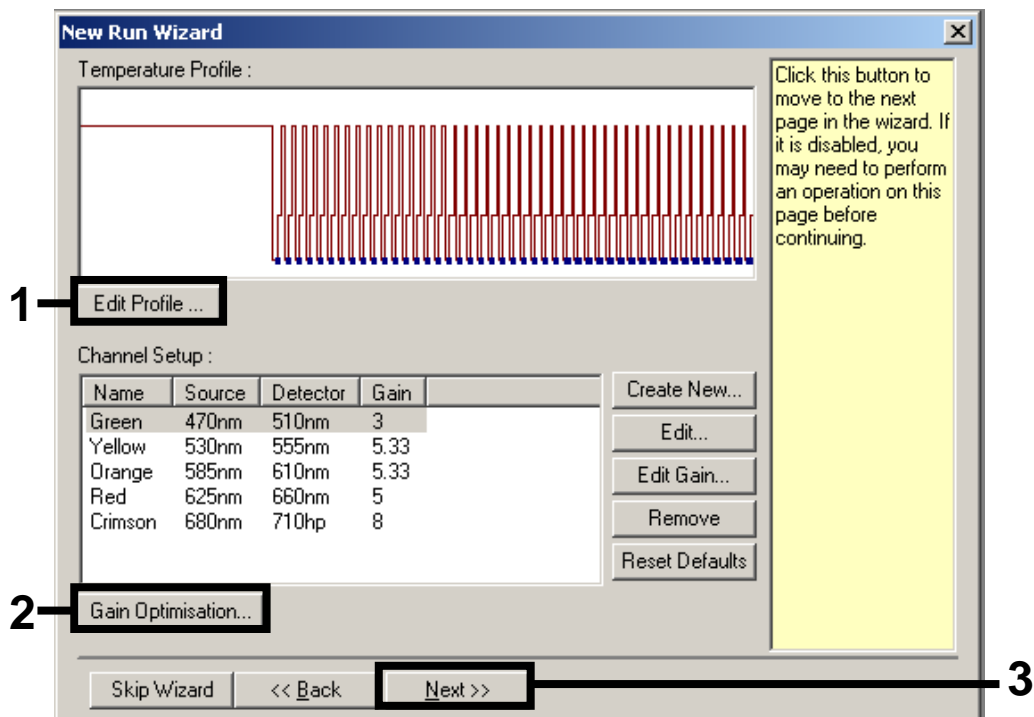
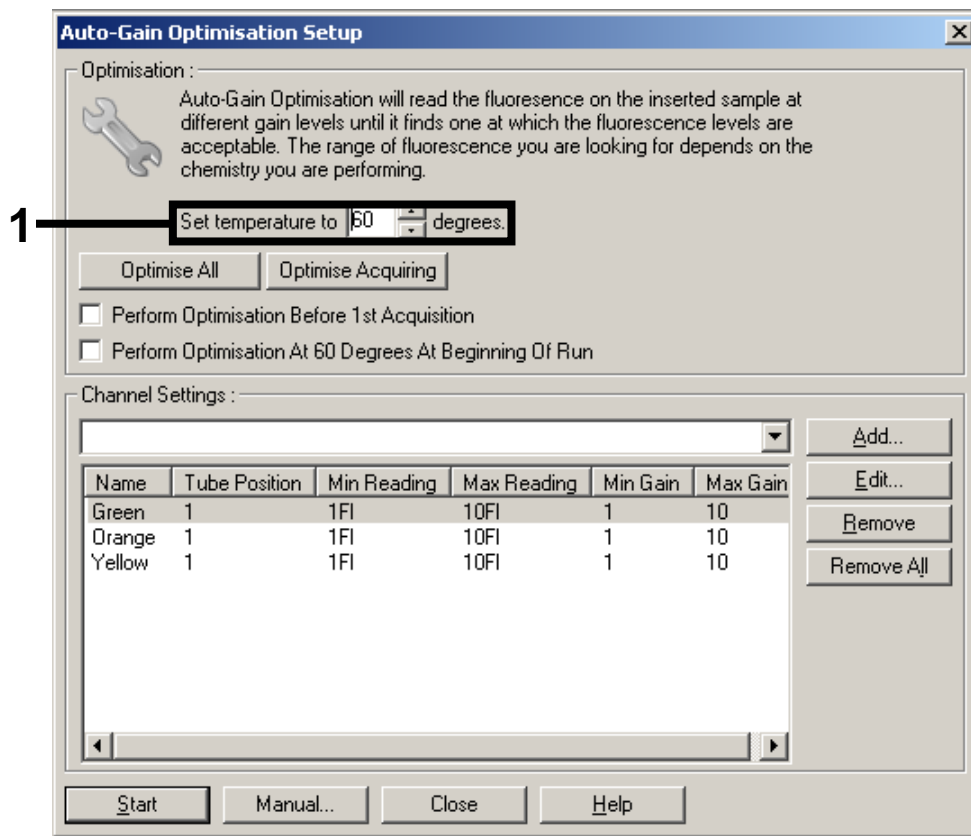

Figura 3. Edición del perfil.
Figura 6. Ajuste de la sensibilidad de los canales de fluorescencia.
7. Haga clic en el botón "Edit Profile" (editar perfil) en el siguiente cuadro de diálogo "New Run Wizard" (figura 3). Programe el perfil de temperatura tal como se muestra en la tabla 1, utilizando las capturas de pantalla mostradas en las figuras 3-5 como guía.
8. El intervalo de detección de los canales de fluorescencia debe determinarse según las intensidades de fluorescencia de los tubos de PCR. Haga clic en “Gain Optimisation” (optimización de ganancia) en el cuadro de diálogo “New Run Wizard” (consulte la figura 3, página Fehler! Textmarke nicht definiert.) para abrir el cuadro de diálogo “Auto-Gain Optimisation Setup” (configuración de la optimización de ganancia automática). Configure la temperatura de calibración en 60 para que coincida con la temperatura de renaturalización del programa de amplificación (figura 6).